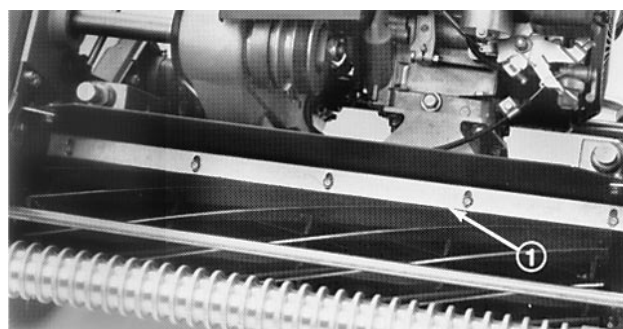

Fig. 10
1. Allentare le viti di fissaggio della barra superiore (Fig. 10) all'apparato di taglio. Inserire uno spessore di 1,5 mm tra la parte superiore del cilindro e la barra, ed avvitare le viti. Verificare che la barra ed il cilindro siano equidistanti lungo tutto il cilindro.